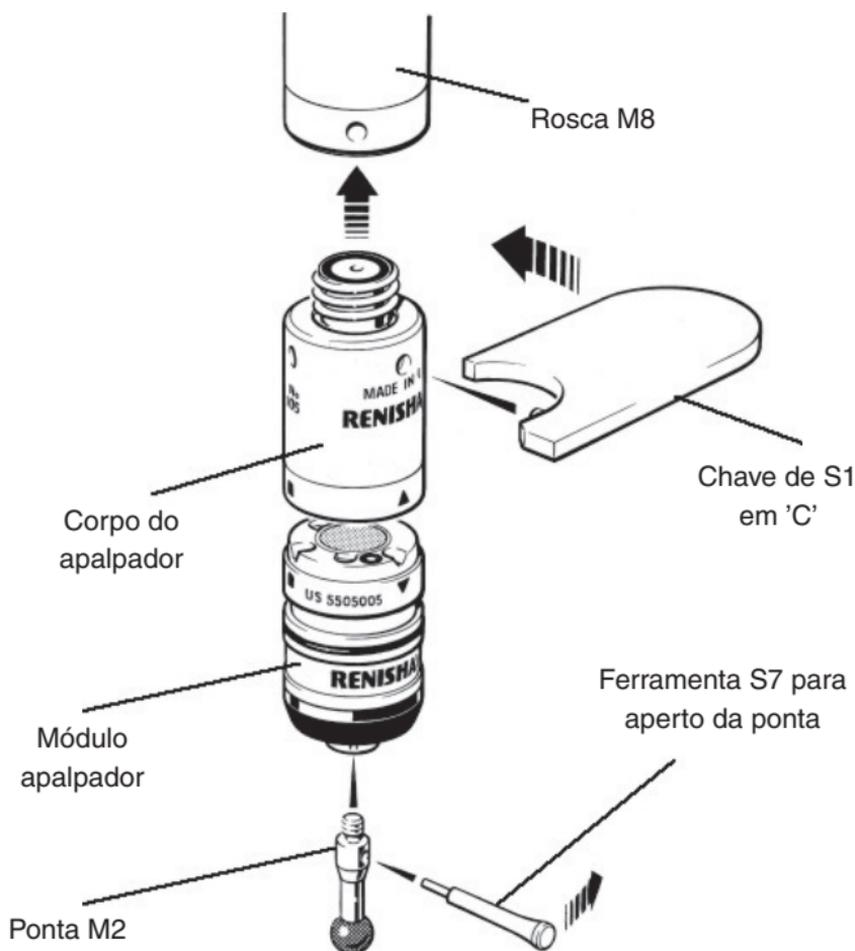

Figura 5 - Instalando o apalpador TP20 no cabeçote apalpador
Para adaptar o apalpador TP20 no cabeçote apalpador, siga os seguintes procedimentos (ver Figura 5):
2. Pegue a chave S1 em 'C' (fornecida) e encaixe no corpo do apalpador como mostrado na Figura 5.
Para colocar uma ponta no módulo apalpador, siga os seguintes procedimentos (ver Figura 5):